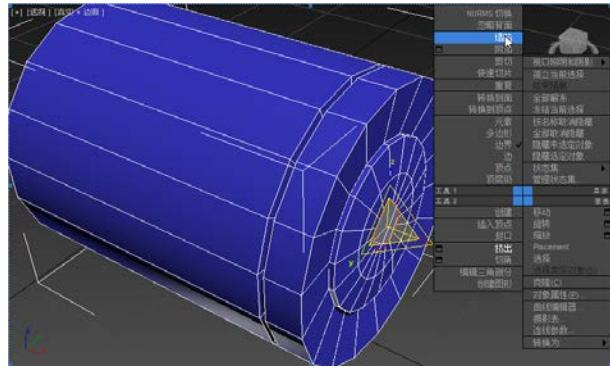

图 3-1-14 塌陷边界
**STEP 14** 右击多边形，在弹出的快捷菜单中执行【塌陷】命令，如图 3-1-14 所示。